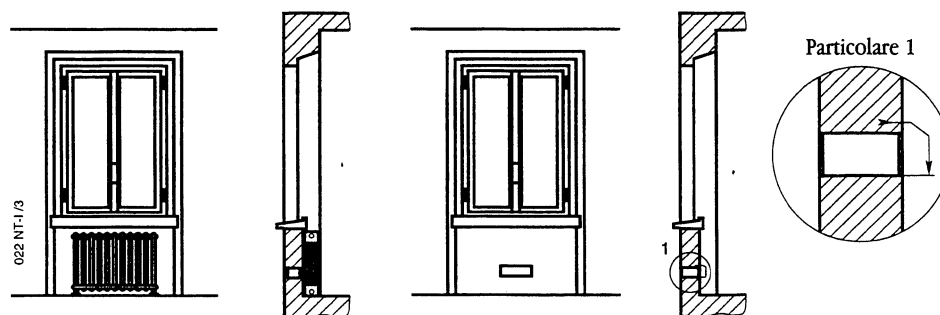

Fig. 2 - Esempi di aperture di ventilazione per l'aria comburente
- essere realizzata in modo, che le bocche di apertura, sia all'interno che all'esterno della parete, non possano venire ostruite (vedere fig. 2) ;